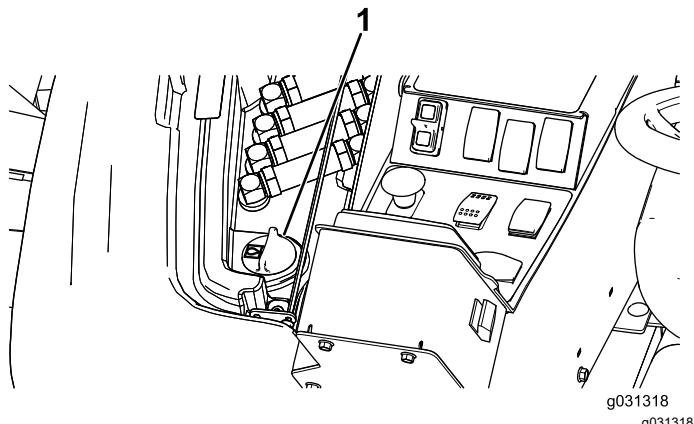

Figure 132
- Du côté droit de la machine, soulevez le couvercle d'accès pour exposer le bouchon du réservoir hydraulique (Figure 132).
- Nettoyez la surface autour du goulot et du bouchon de remplissage du réservoir hydraulique (Figure 132).